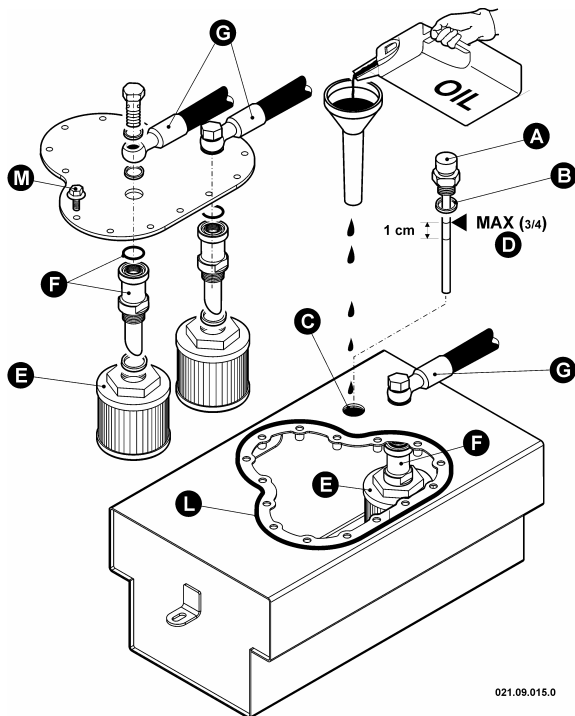

Abb. 38 – Öl- und Ölfilterwechsel
Zunächst den Tank leeren (*siehe Abb. 38*);
Bei den Ölfiltern der Hydraulikanlage handelt es sich um direkt im unteren Tank sitzende Eintauchfilter (*siehe Abb.38*):
**Wechsel:** Halten Sie sich zum Filterwechsel an die Darstellung in Abb. 38: